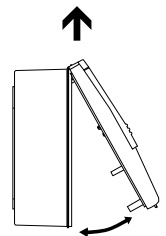

FIG.2
- Aprire l'apparecchio, separando la parte frontale dalla cassa (fig. 2).
- Incastrare la parte frontale nella cassa (fig. 2).